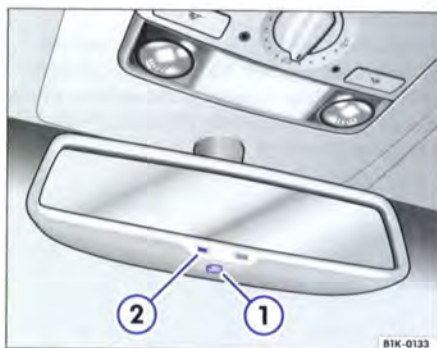

Fig. 47 Rétroviseur intérieur photosensible
Vous pouvez activer et désactiver le mode antiéblouissement automatique à l'aide de la commande sur le rétroviseur intérieur ⇒ fig. 47 ①. Lorsque le mode antiéblouissement automatique est activé, le témoin ② est allumé. ◀